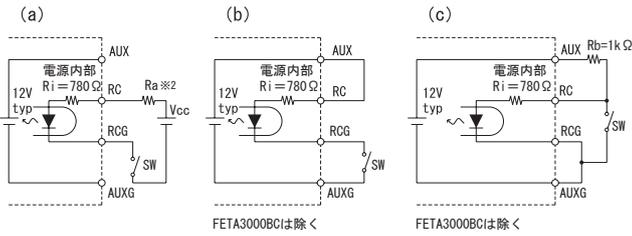

図1.3 リモートコントロール回路の接続例
- 出力のオンオフは、CN1/CN2 (FETA3000BCはCN3) へ信号を入力することで可能となります。外部電源を使用した場合の接続例を図 1.3 (a) に、内蔵したAUXを使用した場合の接続例を図 1.3 (b)、図 1.3 (c) に示します。
- ①RCに電流を流し込むことで、出力を停止します。
表1.3 リモートコントロールの仕様2 (図1.3の場合)